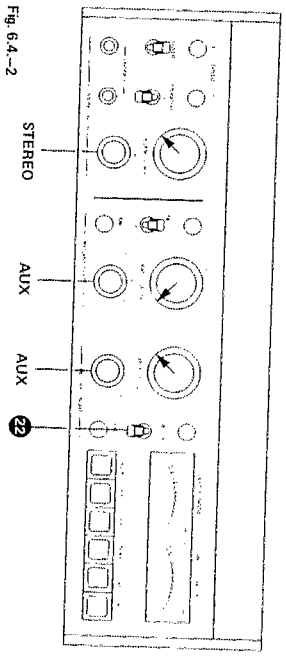

Fig. 6.4-2
- Schaltungsparameter nach Fig. 6.4-2 einstellen.
- Anschluss AUX INPUT (48) Beschaltungen kurzgeschlossen.
- Adjust operating controls as per fig. 6.4-2.
- Audio generator attached as for previous section (1000 Hz, 0.775 V output level) and connected to AUX INPUT (48). Both channels shorted together.
- Select channel selector REC (22) to ON. Only the selected channel indicator should be illuminated.
- Branchez les commutateurs selon fig. 6.4-2.
- Branchez le générateur audio sur les deux entrées AUX INPUT (48) et raccordez-les ensemble.
- Commencez le préselecteur d'entrée REC (22) sur ON. Seul le voyant correspondant doit être allumé.